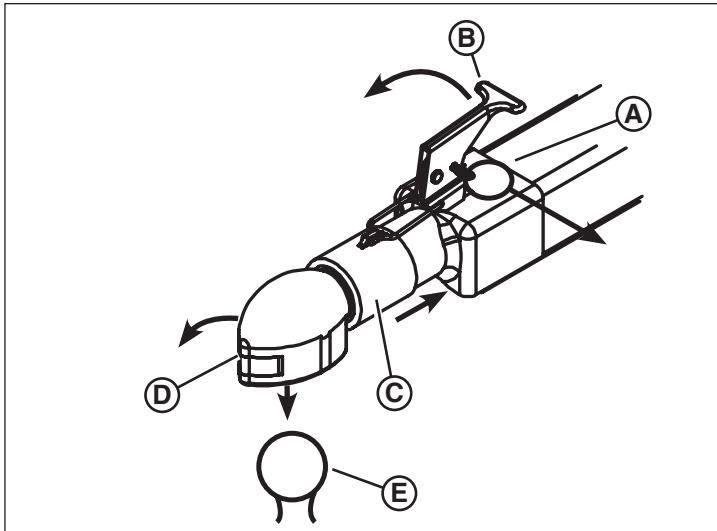

Figura 13
1. Asegúrese de que el acoplador esté abierto: Retire el pasador (A, Figura 13) del seguro (B) y levante este último. Asegúrese de que la tapa del acoplador (D) esté abierta y que retenga el collar (C) hacia atrás.
2. Baje el remolque sobre la bola del enganche (E, Figura 13).